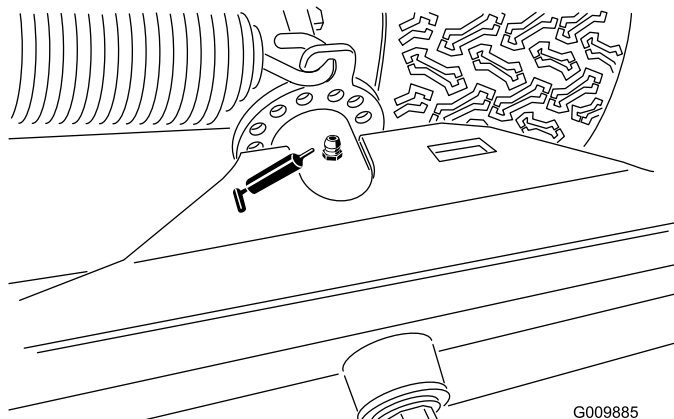

Figura 40
- Pivote del cilindro de elevación trasero (Figura 40)